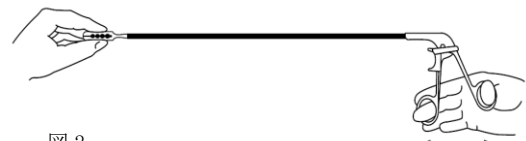

図2
- (1) 洗浄後は、特に以下の問題がないか確認すること。問題がある場合は使用しないこと。
- ・先端把持部の機能：ハンドルの開閉の動きに応じ、正常に作動するか確認する。次に、先端把持部を閉じ、片手で開かないように押さえ、もう一方の手で通常に使う程度の力でハンドルを開閉するように力を加えてみる。(図2)